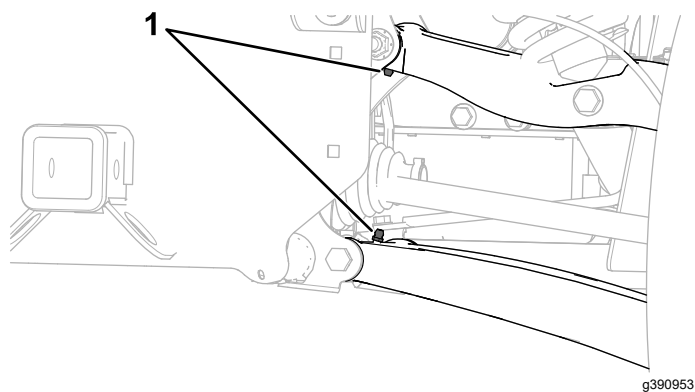

Figura 93
- **Pivotes de los brazos de control traseros (4);** consulte la Figura 93